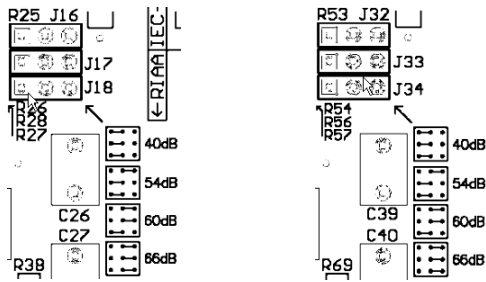

Figure 8: Diagramme imprimé pour le niveau de réglage du gain, canal gauche et droit
Il y a trois (3) supports de cavaliers pour chaque canal et qui seront utilisés pour ajuster le gain ; J16, J17 et J18 (canal gauche), J32, J33 et J34 (canal droit). Chaque support de cavalier a trois broches permettant deux positions de réglages. Un diagramme imprimé sur le circuit vous permettra de choisir le gain correspondant pour chaque canal (voir Figure 8).